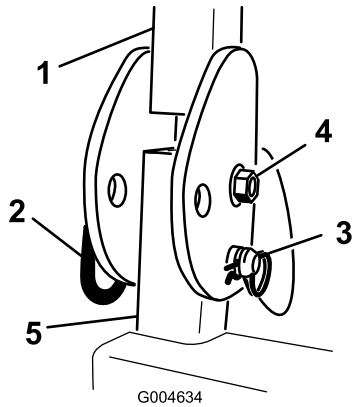

Figura 4
1. Remova os contrapinos e os dois pinos da barra de segurança (Figura 4).
2. Levante a barra de segurança na vertical, instale os dois pinos e fixe-os com os contrapinos (Figura 4).